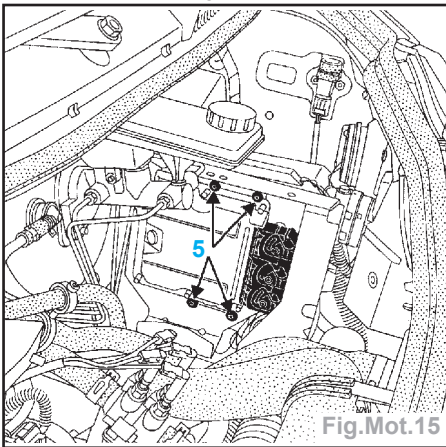

Fig.Mot.15
- les vis (5) de fixation de calculateur et déposer celui-ci en l'ayant débranché au préalable (Fig.Mot.15).